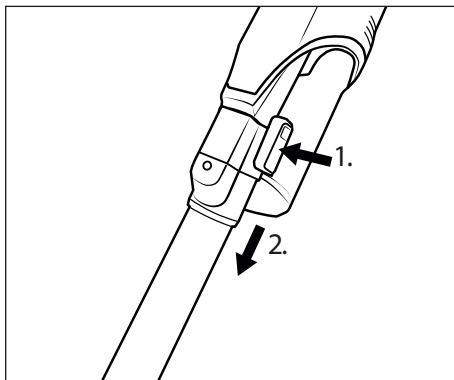

Fig. 11
- ◆ Per rimuovere il tubo di aspirazione 24 dall'apparecchio, tenere premuto il tasto di sblocco del tubo di aspirazione 25 e sfilare il tubo di aspirazione 24 dall'apertura di aspirazione dell'apparecchio (vedere fig. 11).